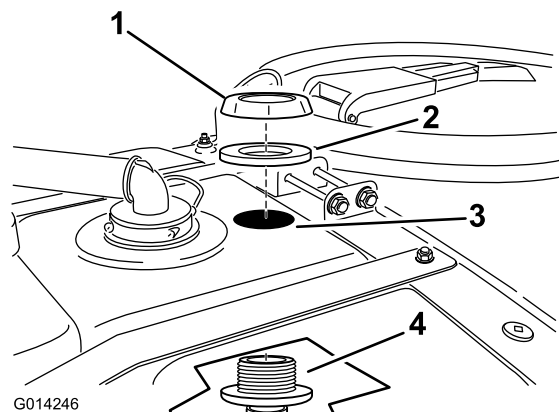

Bild 15
2. Stecken Sie eine Düse durch das gebohrte Loch (Bild 15).
3. Befestigen Sie das Schottanschlussstück auf dem freiliegenden Gewinde der Spüldüsen (Bild 15).